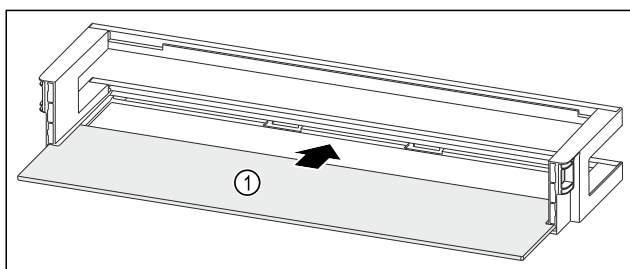

Fig. 141 Дверная полка со съемной полкой
- ▶ Вдвиньте съемную полку Fig. 141 (1) в боковые пазы.